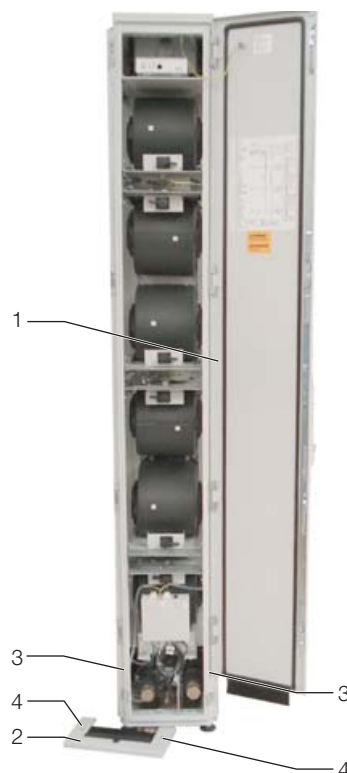

Рис. 19: Liquid Cooling Package Plus EC – вид сзади
- Отвинтите оба крепежных винта на защитной панели (рис. 19, поз. 3) и удалите защитную панель (рис. 19, поз. 2).